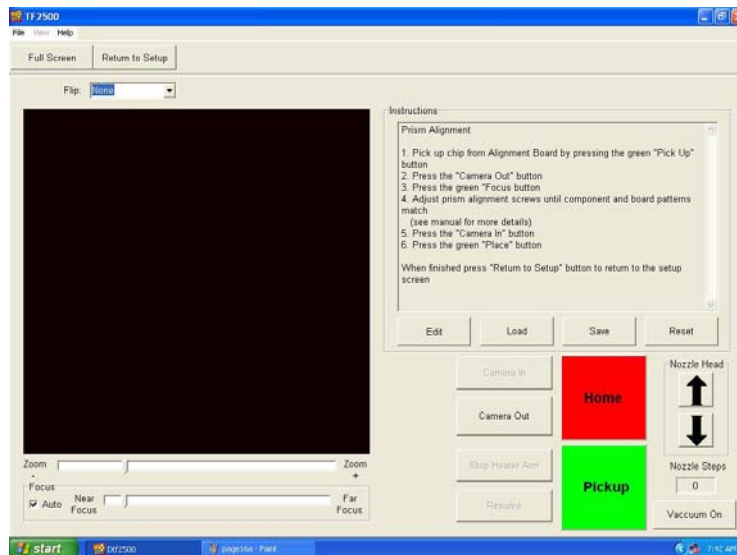

Figura 10
- iii. Il monitor ora mostra la schermata di taratura. (Figura 10)